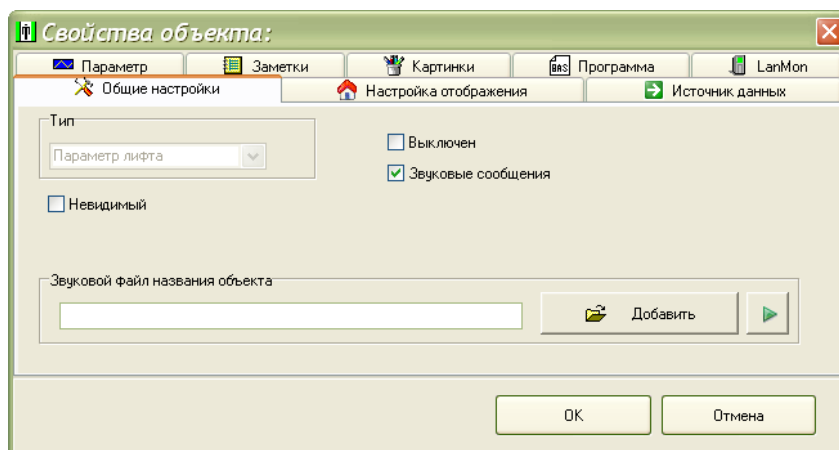

Рисунок 25
3) На вкладке «Общие настройки» установить «галочку» разрешения формирования звуковых сообщений (рисунок 25).